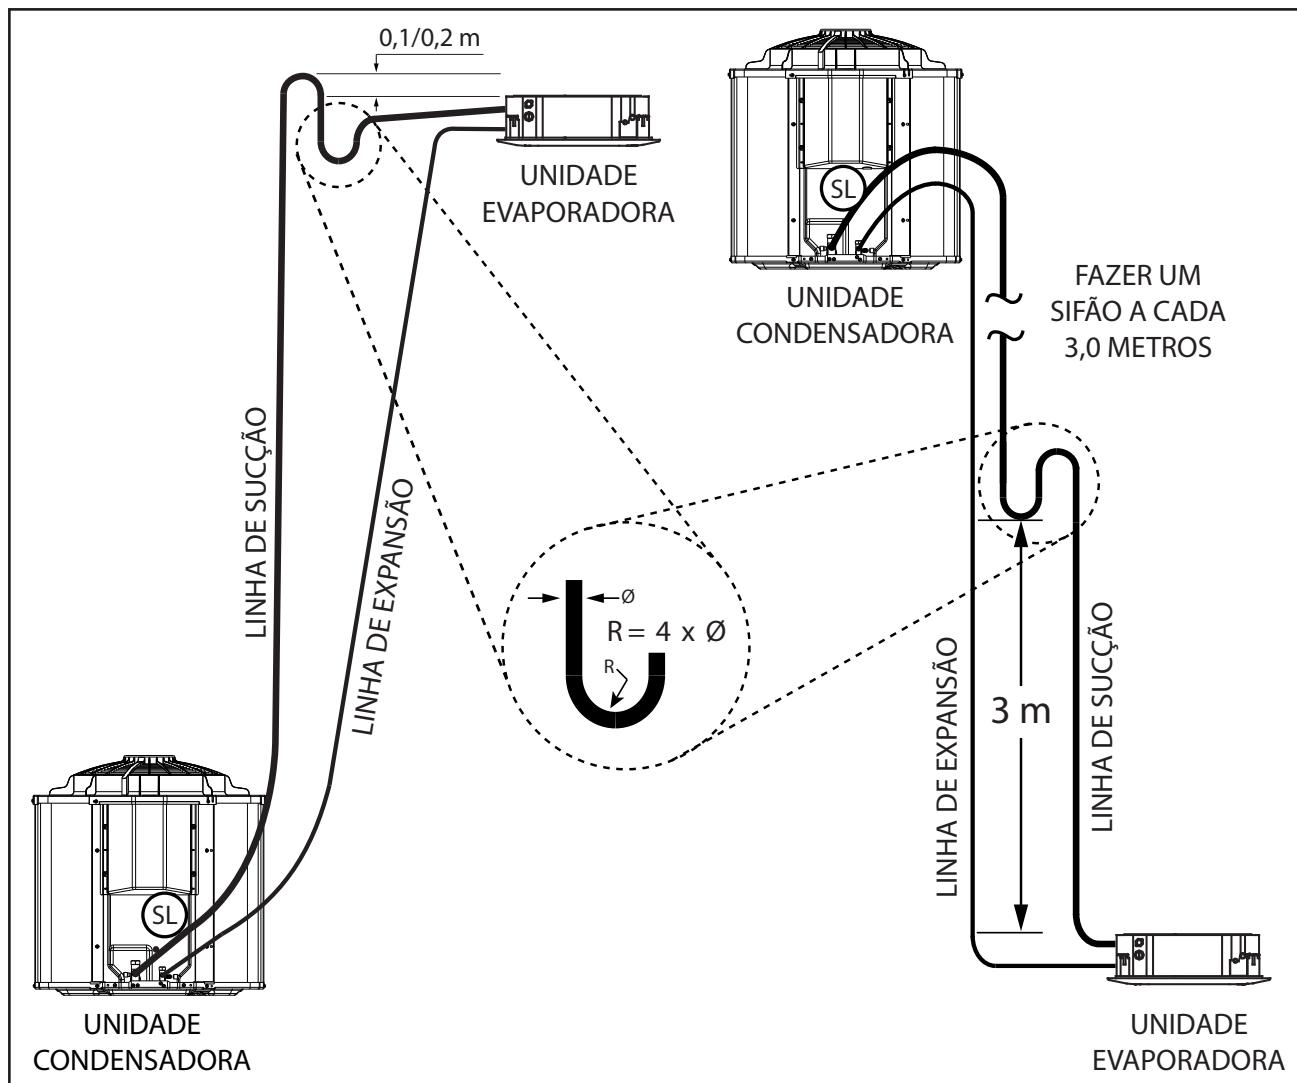

FIG. 45 - INSTALAÇÃO LINHAS DE INTERLIGAÇÃO
- 1º Elevar a linha de sucção acima da unidade evaporadora antes de ir para a unidade condensadora 0,2 metros, quando a evaporadora estiver acima ou no mesmo nível da condensadora. (Fig. 45)
- 2º Fazer sifões nas subidas da linha de sucção a **cada 3,0 m**, incluindo a base (saída da evaporadora). Caso o desnível seja menor que 3 m faça apenas na base. (Fig. 45)